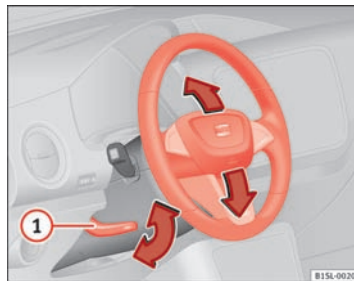

Fig. 33 Mekanisk indstilling af ratposition
- Drej armen ⇒ Fig. 33 ① nedad.
- Armen ⇒ Fig. 33 ① skal drejes helt op, efter at indstillingen er foretaget, så rattet ikke utilsigtet ændrer position under kørsel.